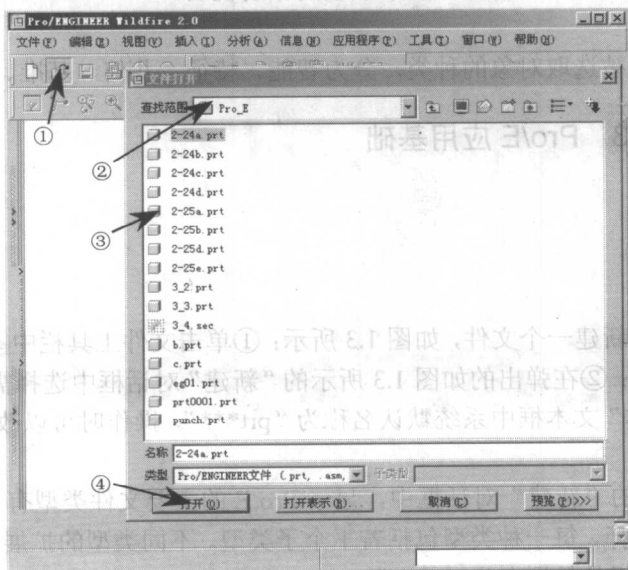

图 1.4 “文件打开”对话框
(2) 打开文件
如所有 Windows 应用软件一样，在 Pro/E 中已经保存的文件，可以重新打开进行查看或编辑。如图 1.4 所示：①单击文件工具栏中  按钮（或选择“文件”→“打开”命令）；②在弹出的“文件打开”对话框中的“查找范围”下拉列表框中选择查找范围；③选择所需打开的文件；④单击 **打开(O)** 按钮，即可打开所需的文件。
(1) 打开文件还可以在浏览窗口中直接选择文件存放的文件夹，然后在浏览器中选中要打开的文件，按住鼠标左键不动，将其拖曳到绘图区，然后放开鼠标左键。请读者自行练习该方法。
(2) 在如图 1.4 所示的“文件打开”对话框中，还有其他一些按钮，如 、、 和 等，请读者自行练习并熟悉它们各自的功能。
(3) 文件保存